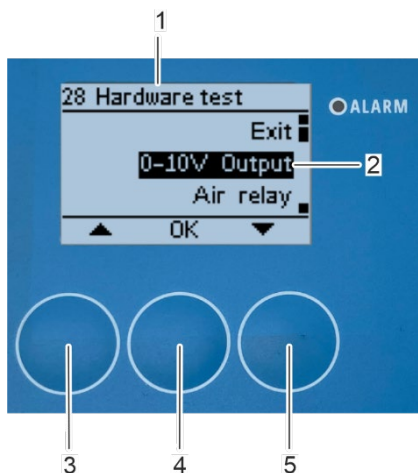

Abbildung 142: Öffnen Untermenü „0 - 10 V Ausgang“
⇒ Das "28 Test der Hardware" Untermenü (Abbildung 142/1) wird wieder auf dem Bildschirm angezeigt und der Rotor bewegt sich, sofern die elektrische Installation wurde korrekt durchgeführt.
5. Nach der Überprüfung des 0 - 10 V Ausgangs wählen Sie das Untermenü "0 - 10 V Ausgang" (Abbildung 142/2) und bestätigen mit [OK] (Abbildung 142/4).